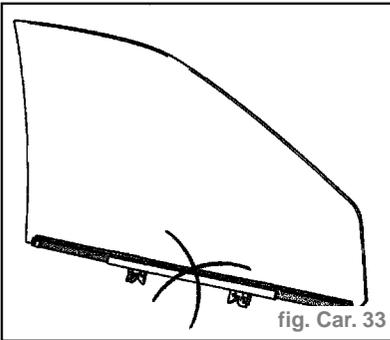

fig. Car. 33
- La glissière métallique bas de vitre est supprimée. (fig. Car. 33)